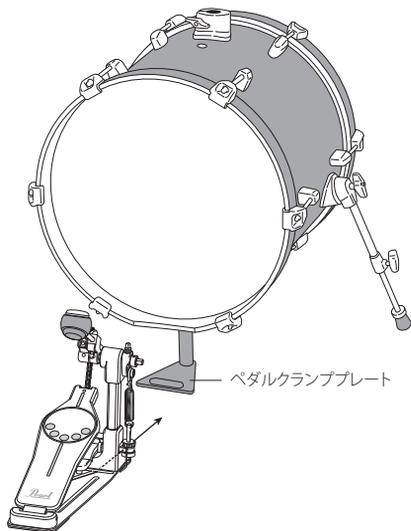

図6
3. クランププレートベースにペダルクランププレートを図の向きで差し込み、ウイングボルトで固定します。バスドラムスパーはウイングナットをゆるめ図6の位置になるように回転し、ウイングナットを締めて固定します。次にウイングボルトをゆるめスパーを伸ばします。左右のスパーが同じ長さになるよう調整して、ウイングボルトを締めて固定します。バスドラムスパーは床とのズレを防止する剣先を装備しています。必要に応じてロックナットとラバーチップを時計方向に回して剣先を出してください。（図5）。
バスドラムを図6のようにたてて、お手持ちのペダルをペダルクランププレートに取り付けてください。必要に応じてスパーとペダルクランププレートの高さを調整してください。その際、バスドラムが倒れないように片方の手で支えてください。調整が完了したらスパーとバスドラムブラケットのウイングボルト、ペダルクランププレートのストップロックがしっかりと締まっていることをご確認ください(図6)。